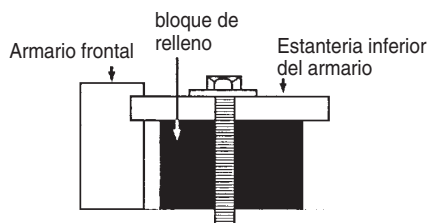

Ilustración 28
**NOTA:** Si la parte inferior del armario superior está empotrado a 3/4" o más, necesitará 2 "x 2" bloques de relleno (no incluidos) para proporcionar apoyo adicional a los pernos. Consultar Ilustración 28.